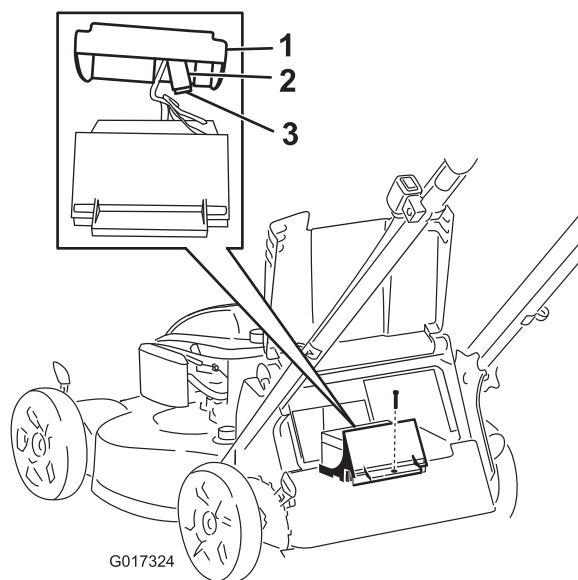

Figure 27
3. Enlevez la vis de fixation du logement de la batterie, sortez la batterie et trouvez le fusible (Figure 27).
4. Remplacez le fusible dans le porte-fusible (Figure 27).